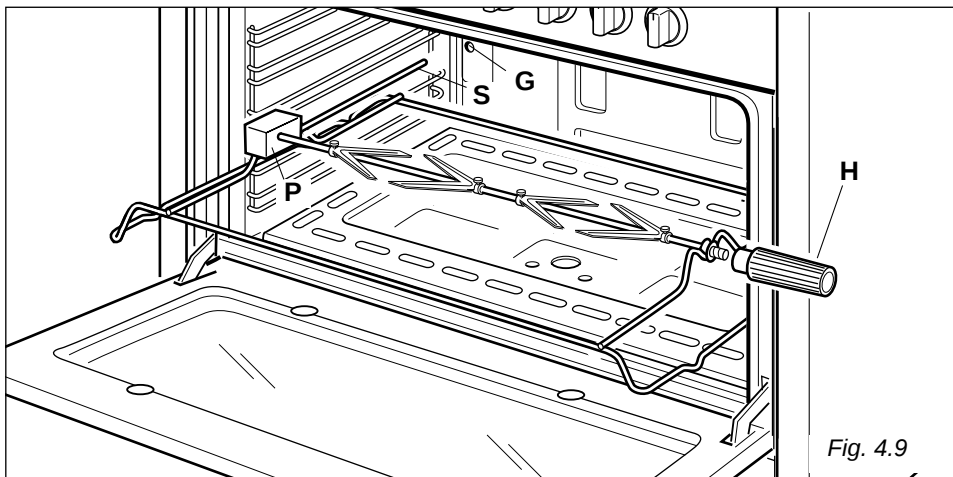

Fig. 4.9
- Insérer la tige dans le trou du renvoi **P** (Fig. 4.9) et enlever la poignée **H** en tournant vers la gauche.